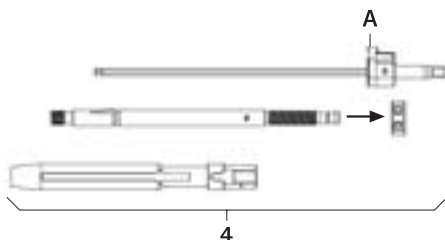

Abb. 2
- Repositionshebel 4 demontieren, siehe Abb. 2: Knopf A stark drücken und Schraubendreher FW234R entnehmen.